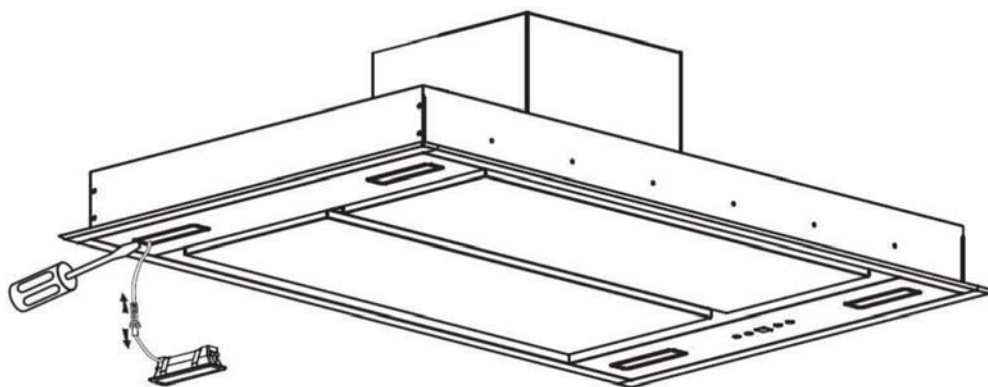

Figura 15
1. Inserire un cacciavite a lama nelle feritoie attorno al bordo del corpo illuminante e applicare una pressione per staccarlo ed estrarlo, tirando il cablaggio per sostituire la lampadina. Fare riferimento alla figura 15.